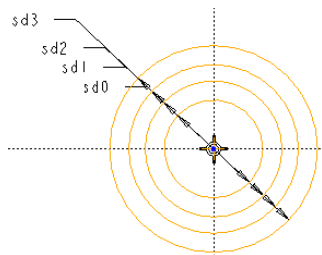

图 6-59 显示代号尺寸
- 创建关系后单击符号栏中的“执行”按钮 , 此时图形上的尺寸将以代号的形式显示, 如图 6-59 所示。